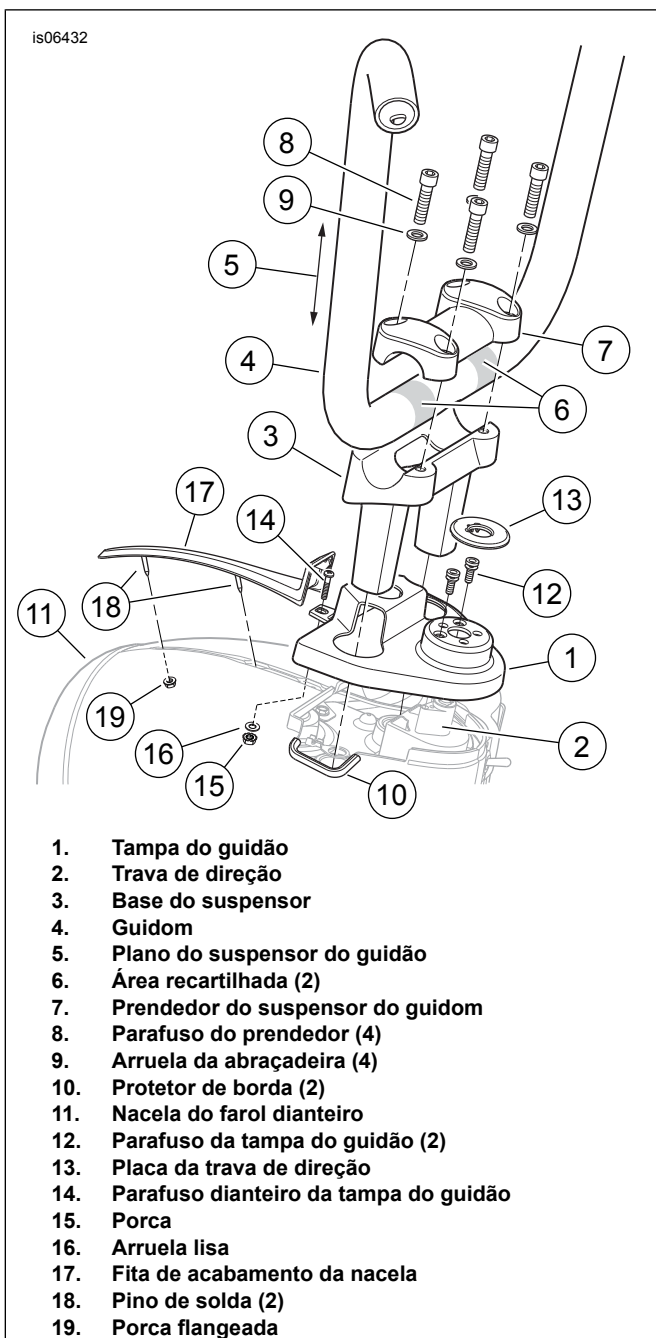

Figura 8. Configuração do suspensor do guidão de macaco FLHR
- b. **Modelos Road King:** veja Figura 8 . Coloque a tampa do guidão (1), na direção mostrada na imagem, sobre a trava do garfo (2).
- c. Insira as pernas da base do suspensor (3) pelos orifícios na tampa do guidão e prenda o suspensor com os parafusos de montagem removidos anteriormente. Não aperte totalmente por enquanto.
2. Veja Figura 8 . Para evitar possíveis danos à mangueira de freio, verifique se os protetores das bordas continuam instalados nas bordas internas da nacela do farol dianteiro. Substitua os protetores de borda se estiverem ausentes, rachados ou danificados.
4. Veja Figura 8 . Aperte a **nova** tampa do guidão (1) ao mecanismo de bloqueio do garfo (2). **Para modelos da América do Norte e modelos internacionais 2014 e posteriores:** use os dois parafusos **de cabeça plana** (12) removidos anteriormente. Aperte os parafusos de cabeça chata. **Para modelos 2013 e anteriores da Austrália, Brasil, Inglaterra, Europa e Japão:** use dois **novos** parafusos especiais (H-D peça n.º 2935A, comprados separadamente). Aperte os parafusos (12) até as cabeças destacáveis se soltarem.
5. Pressione a placa da trava de direção original (13) na posição certa na tampa do guidão.
6. Insira o parafuso (14, removido anteriormente) através do orifício na parte dianteira da tampa do guidão e na parte superior do compartimento do farol dianteiro. Acesse o compartimento e instale a porca (15) e a arruela lisa (16) nas roscas do parafuso. Aperte.